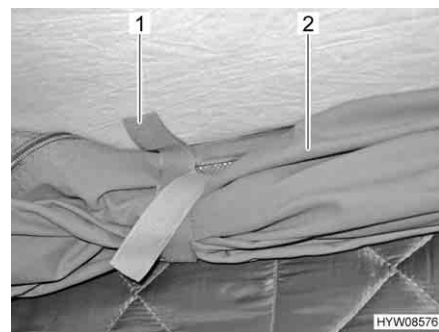

Fig. 18 Passanti di sostegno
■ Staccare i passanti di sostegno (Fig. 18,1) che si trovano sul tessuto della tenda avvolto (Fig. 18,2).
- Avvolgere il tessuto della tenda (Fig. 18,2) e fissarlo con i passanti di sostegno (Fig. 18,1).